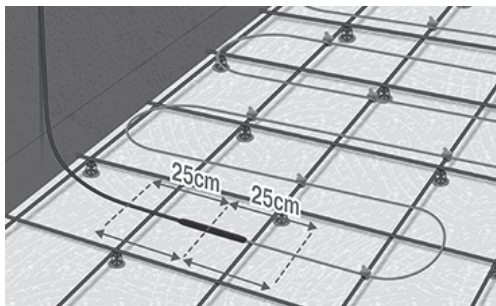

Fig. 3. Placer kablet lige på hver side af samlingen
- Kablet skal placeres i lige linje min. 25 cm på hver side af en samling. Afdækningsmaterialet skal indkapsle samlingerne fuldstændigt med mindst 20 mm på hver side af samlingen (fig. 3).